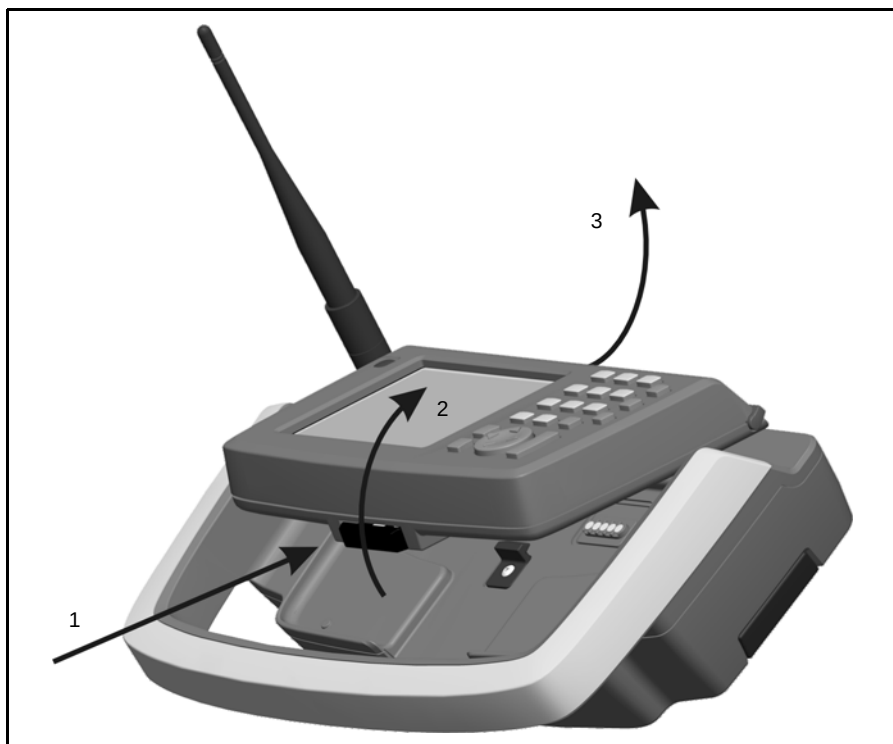

Рис. 7.73. Отсоединение контроллера Trimble CU от держателя Trimble Robotic
1. Нажмите кнопку фиксатора в нижней части контроллера Trimble CU (1) и извлеките нижнюю часть контроллера из держателя (2).
2. Снимите верхнюю часть контроллера Trimble CU с верхней кромки крепления контроллера и извлеките контроллер из держателя (3), рис. 7.73.